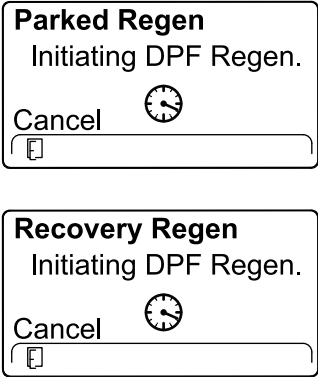

Рисунок 65
5. На дисплее инфо-центра появится сообщение INITIATING DPF REGEN (НАЧИНАЕТСЯ РЕГЕНЕРАЦИЯ DPF) (Рисунок 65).